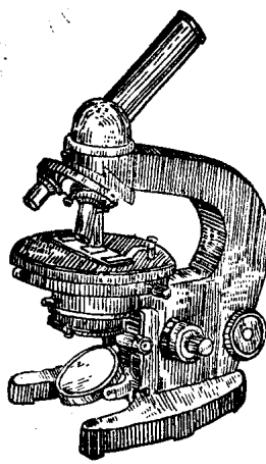

图 1 显微镜
2. 油镜的放大倍数为  $100\times$  或  $90\times$ ，使用时应查看油镜上标明的倍数（图 1）。